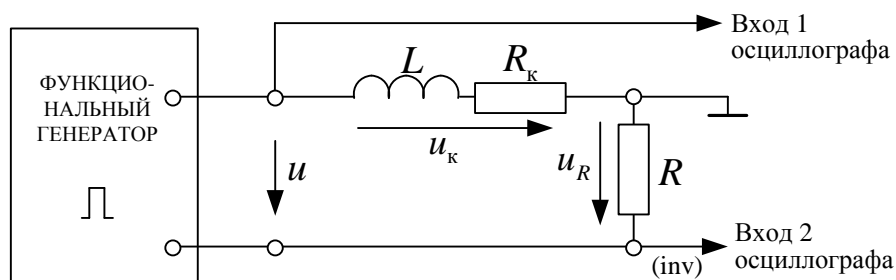

Рис. 5.4. Схема цепи  $R$ - $L$
- 2) Собрать электрическую цепь по схеме рис. 5.4.